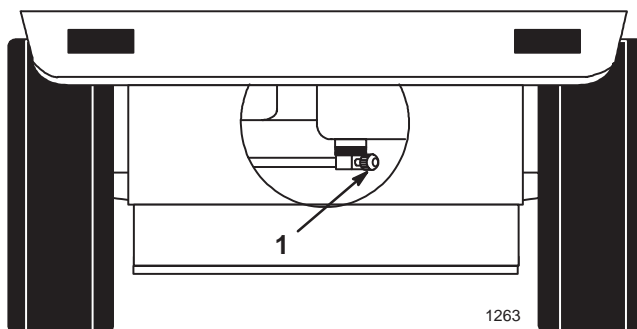

Figure 29
2. Fermer le robinet d'essence au niveau du réservoir (Fig. 29).
7. Ouvrir le robinet d'essence du réservoir (Fig. 29).